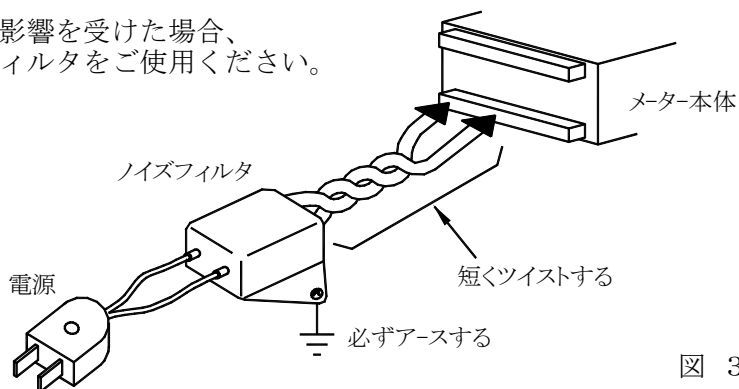

図 35
- (1) 電源は動力線と直接共用しないでください。動力線を使用する場合は絶縁トランスを入れて2次側を使用してください。（弊社でも絶縁トランスPT-93を用意できます。）
- (2) センサコードに3芯シールド線を使用し、ノイズの発生源からできるだけ離して配線してください。
- (3) センサコードをできるだけ短くし、動力線やインバータなどのノイズの発生源をさけて、極力雑音を拾わない経路に配管して布設してください。
- (4) 機械のGNDアースコードには、非常にノイズが多く含まれている場合がありますので、メータのGND（F.G.）に接続させない方が良い場合もあります（メータを完全に機械から絶縁状態）。
- (5) 電源ラインよりノイズの影響を受けた場合、図35のようにノイズフィルタをご使用ください。